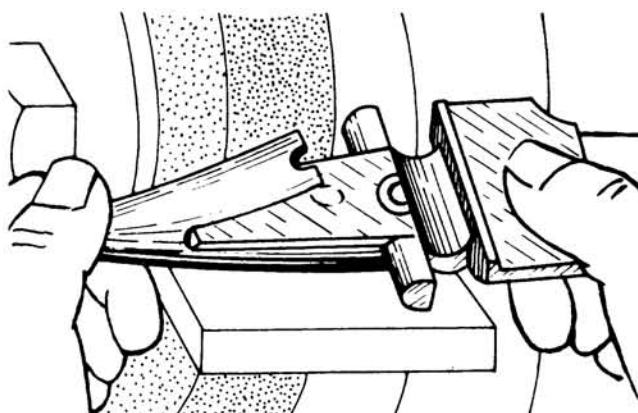

Fig. 4
- b Afíle las contracuchillas con la amoladora fija, sin sacarlas de las guardas, conservando el ángulo del bisel original (fig. 4).